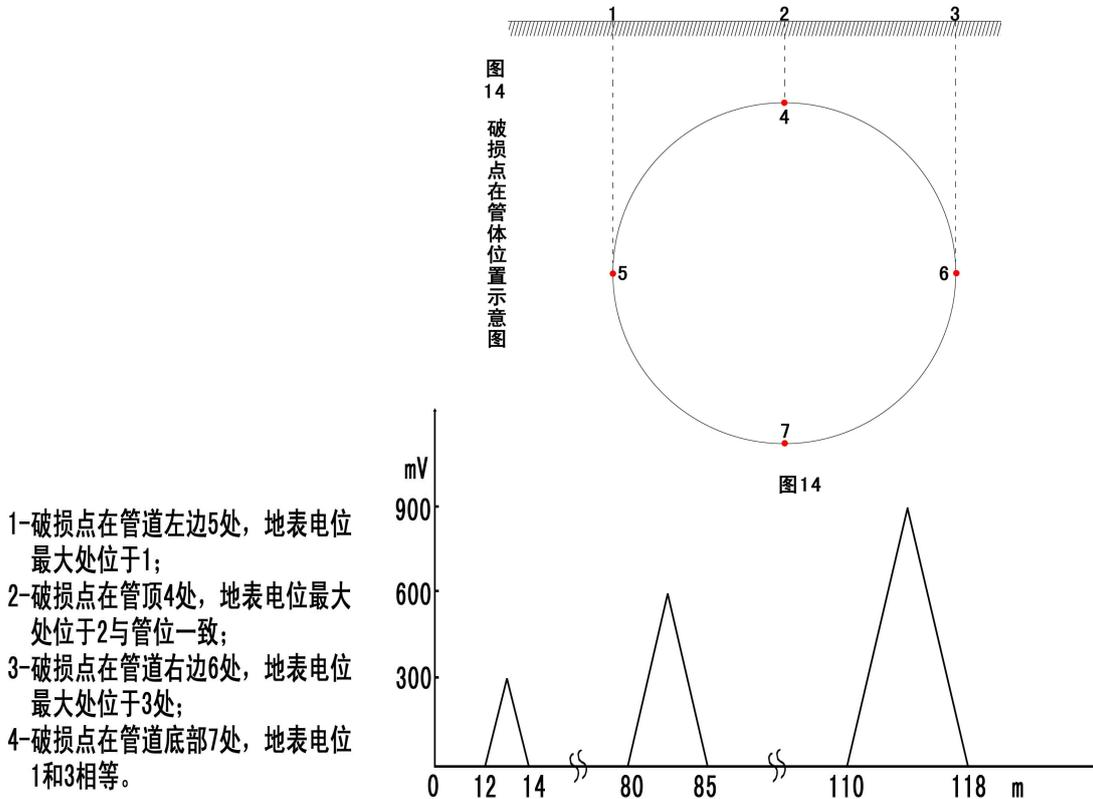

图15 破损点大小曲线图
(3) 统计图形法：若以泄漏电位与辐射距离两因素作图，在漏点的上方会出现一个个三角形，三角形大小近似地反映了漏点的大小，如图 15 所示。